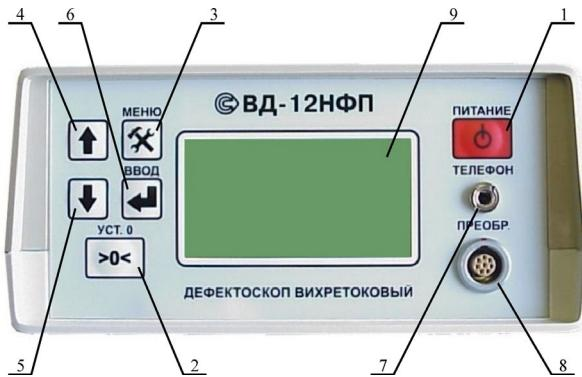

Рис. 3.2 Органы индикации и управления дефектоскопа ВД-12НФП
3.5 Расположение органов индикации и управления дефектоскопа показано на рис. 3.2.